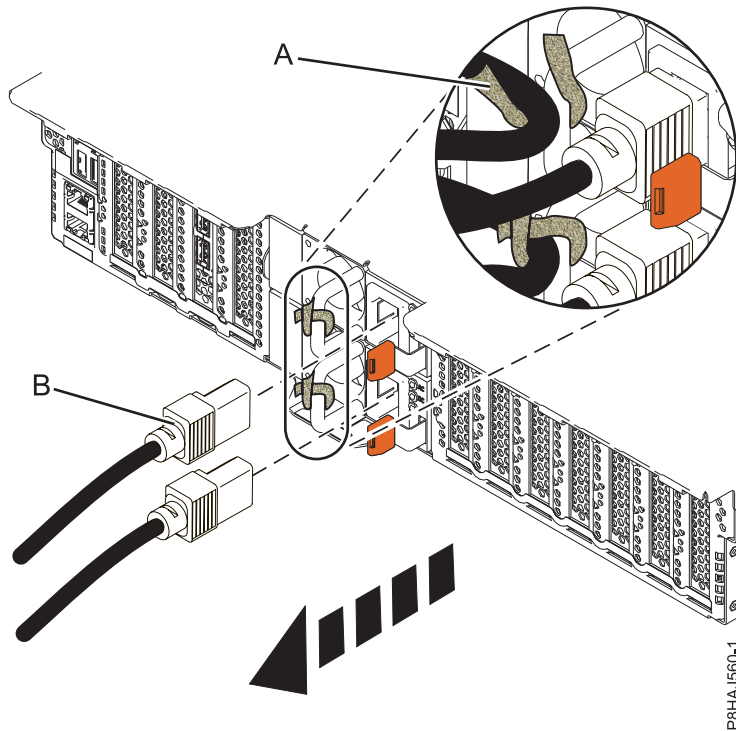
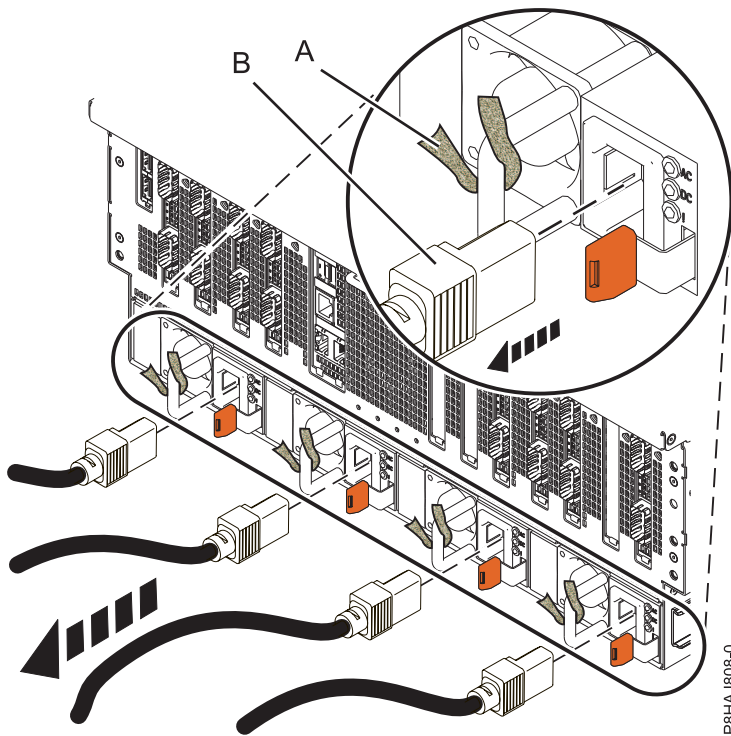

Abbildung 52. Netzkabel bei einem System vom Typ 5148-21L, 5148-22L, 8247-21L, 8247-22L, 8284-21A oder 8284-22A abziehen
Abbildung 53. Netzkabel bei einem System vom Typ 8408-44E oder 8408-E8E abziehen
3. Ziehen Sie die Netzkabel (**B**) von der Systemeinheit ab. Siehe Abbildung Abb. 51 auf Seite 67, Abb. 52 auf Seite 67 oder Abb. 53 auf Seite 68 (abhängig von Ihrem Systemtyp).